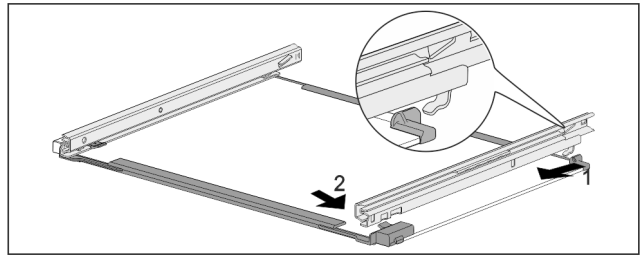

Fig. 181 Placa de sticlă cu șine
- ▶ Agățați șina în partea din spate. Fig. 181 (1)
- ▶ Înclicetați șina în partea din față. Fig. 181 (2)